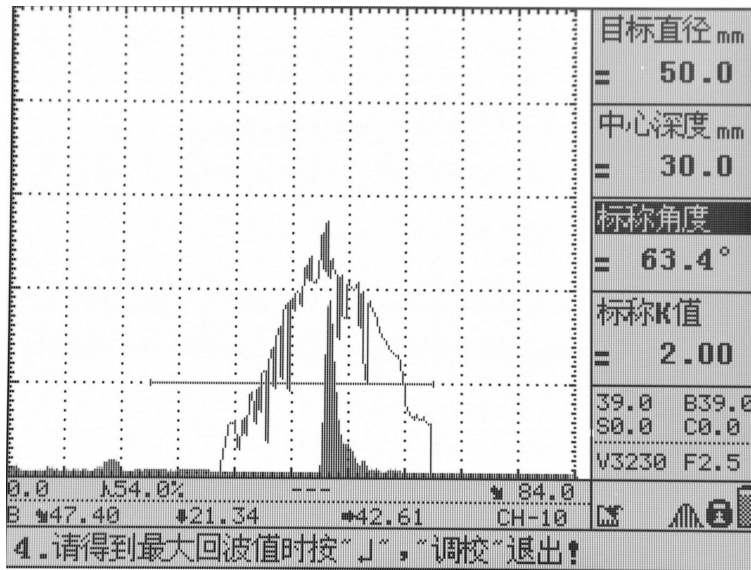
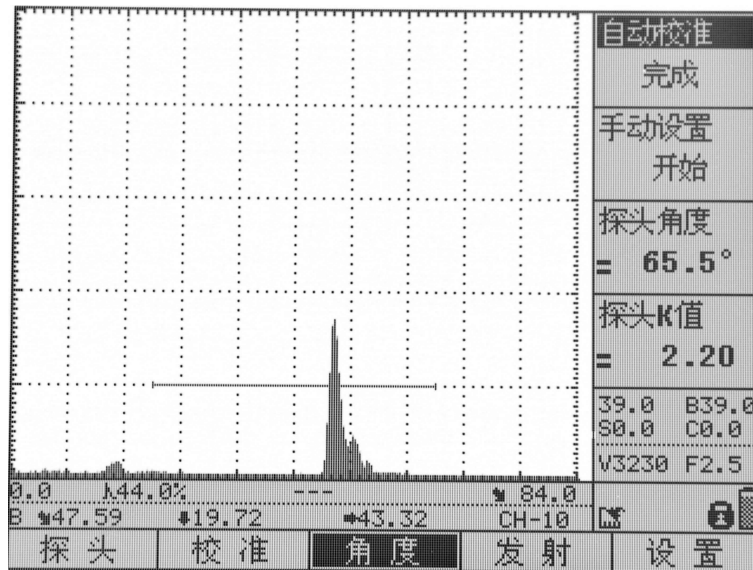

图 2
图 3
- (2) 单击“波峰记忆”键，打开波峰记忆或回波包络功能，探头沿试块前后移动，会看到回波包络轨迹，如图 2，按照提示，目标反射波最高时按“确定”，完成折射角/K 值自动校准。可以看到折射角/K 值已修正为实际值，如图 3 所示。